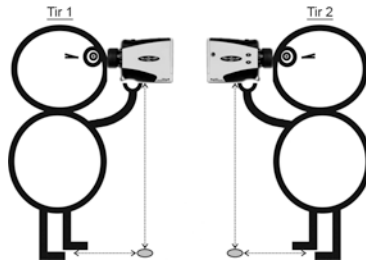

Figure 25
- Placez vos pieds de part et d'autre de la pièce de monnaie de telle façon qu'elle soit placée entre vos pieds et que vous teniez le TruPulse directement au-dessus d'elle. Voir à la Figure 25.
- Tout en maintenant le TruPulse directement au-dessus de la pièce, visez le point 2. Veillez à éviter tout mouvement de balancement important, repositionnez vos pieds de part et d'autre de la pièce. Voir la Figure 25.